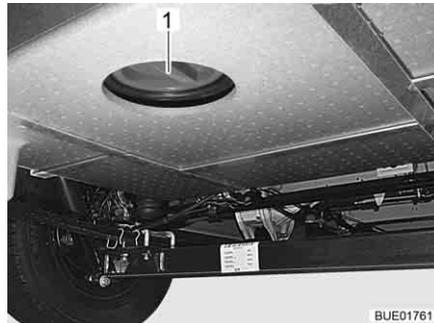

Bild 265 Reinigungsoffnung Abwassertank
- Reinigungsoffnung (Bild 265,1) am Abwassertank und Ablasshahn öffnen.